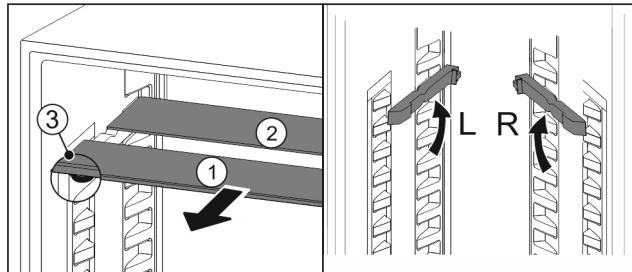

Fig. 78
- Издърпайте Fig. 78 (1) поотделно стъклените площи напред.
- Стъклената плоча Fig. 78 (1) с декоративната лайстна е отпред.
- Ограничителите Fig. 78 (3) сочат надолу.